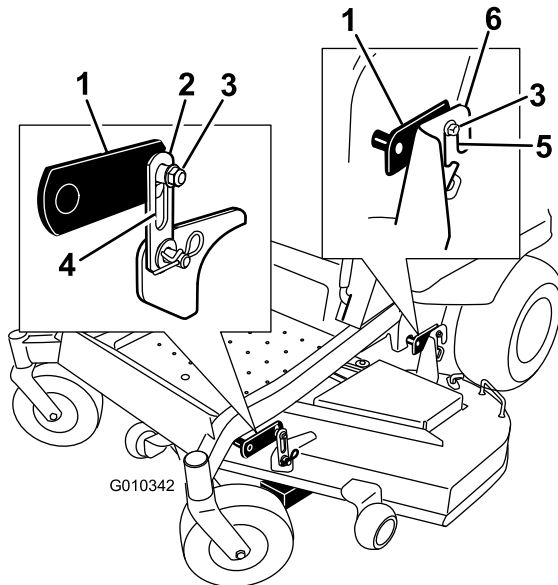

Figure 65
4. Desserrez les écrous de verrouillage du réglage de niveau (repère 3) aux quatre coins de sorte que le tablier repose bien sur les quatre cales. Vérifiez que les pattes de fixation du tablier sont complètement descendues (en haut de la fente) et que le levier de relevage au pied est en appui contre la butée. Serrez ensuite les quatre écrous de verrouillage du réglage de niveau (Figure 65).